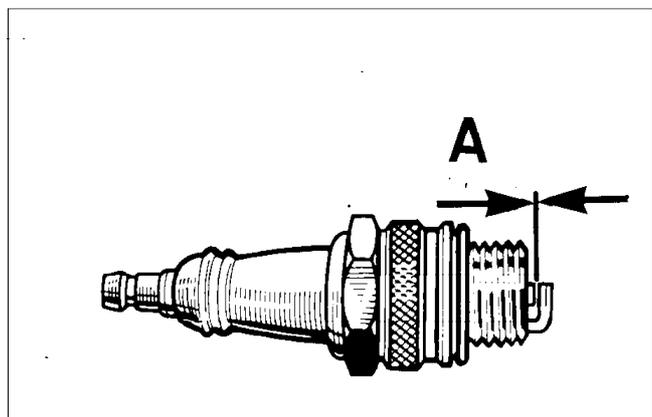

Fig.31
**(Fig. 31)**
##### (Afb. 31)
##### (Fig. 31)